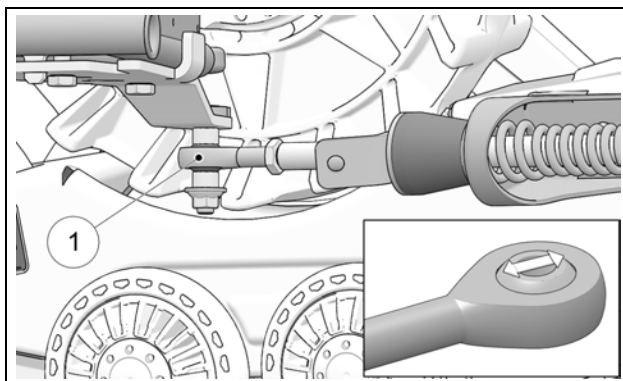

Figure 35
Vérifier l'usure du joint à rotule (1) au bras stabilisateur pour s'assurer qu'il n'est pas bloqué ou qu'il n'y a pas de jeu excessif. Figure 35.